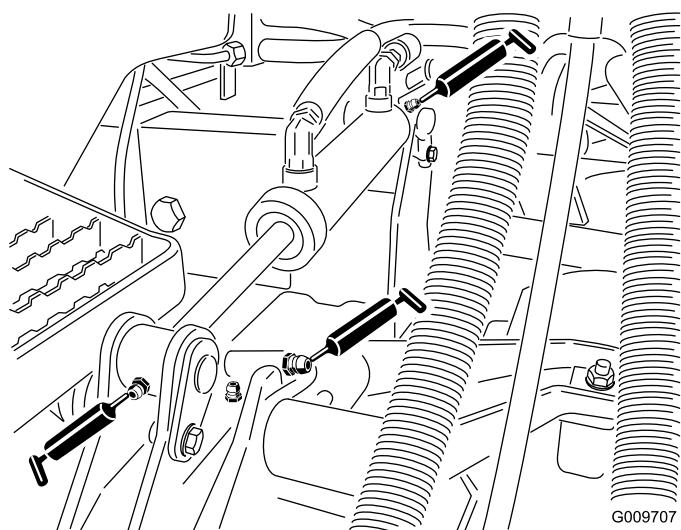

Figure 20
- Bagues de vérin de relevage (2 par tablier) (Figure 20).